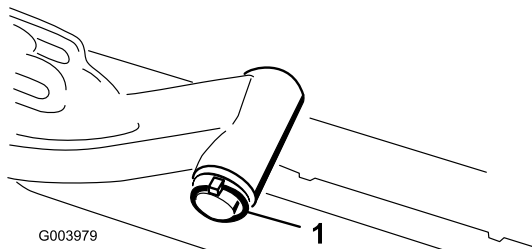

Figura 9
- A. Togliete l'acciarino e la rondella che fissano l'albero di articolazione al braccio di sollevamento, ed estraete l'albero dal braccio di sollevamento (Figura 9).
- C. Inserite l'albero del braccio di sollevamento nel braccio di sollevamento, e fissatelo con la rondella e l'acciarino (Figura 9).